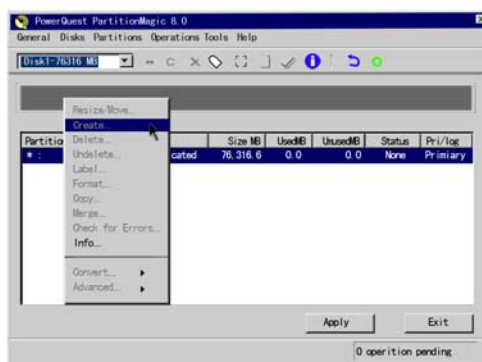

图 1-2
(2)在图 1-1 箭头所指位置处单击鼠标右键，选中“Create”，如图 1-2。